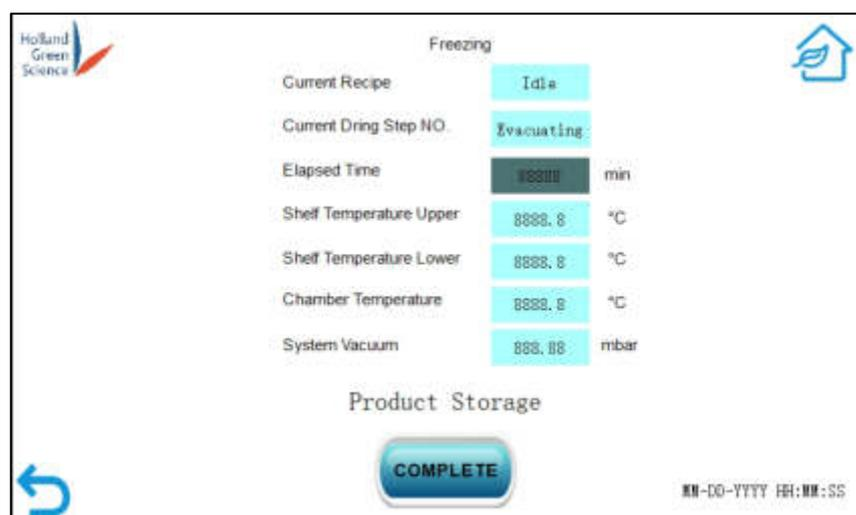
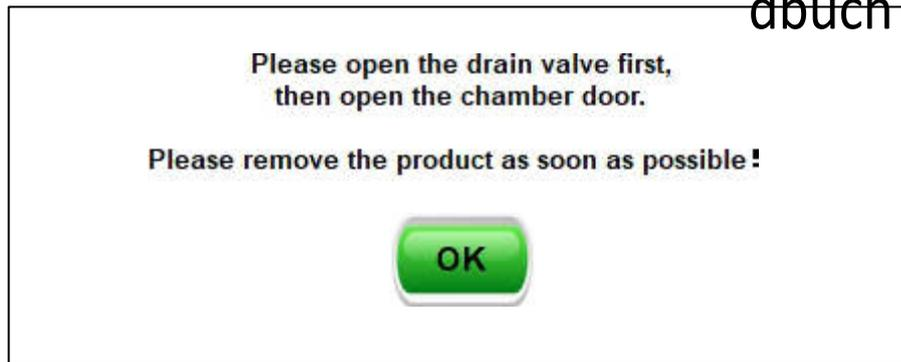

Abbildung 23
Abbildung 24
- Wenn der Verarbeitungsschritt "Produktlagerung" anzeigt (Abbildung 23), ist der Gefriertrocknungsprozess des Programms abgeschlossen. Öffnen Sie das Ablassventil und warten Sie, bis sich der Kammerdruck wieder normalisiert hat, bevor Sie die Kammertür öffnen, um das Produkt zu entnehmen (Abbildung 24).